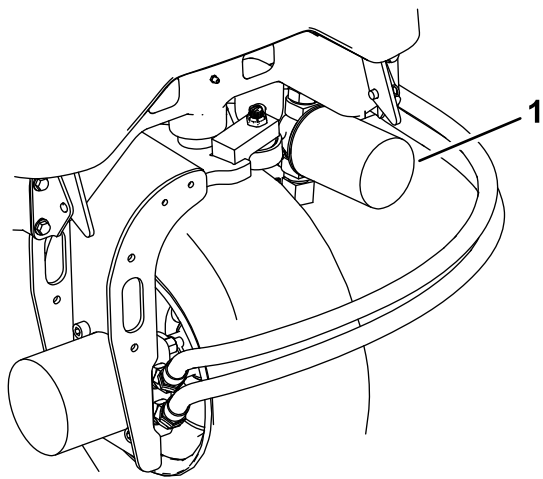
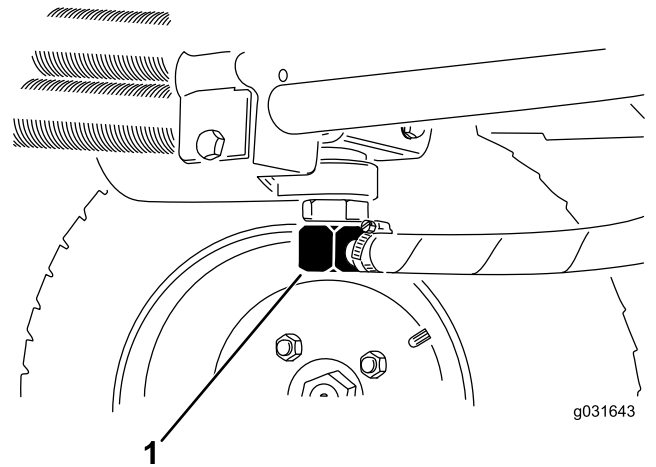

Figura 64
Figura 65
3. Limpie alrededor de la zona de montaje del filtro, coloque un recipiente debajo del filtro y retire el filtro (Figura 64).
2. Desconecte el tubo hidráulico o retire el filtro hidráulico y deje fluir el aceite hidráulico en un recipiente apropiado (Figura 64 y Figura 65).
3. Vuelva a colocar el tubo cuando el aceite hidráulico se haya drenado (Figura 65).